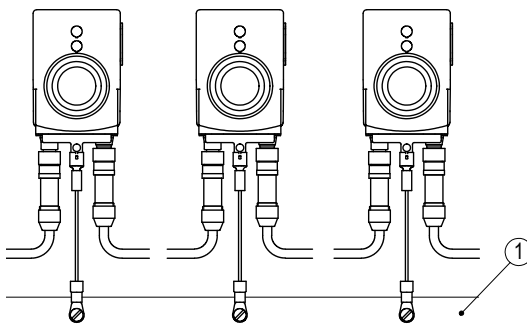

Abb. 7: Erdungsschiene
Zum Schutz vor Störungen müssen die Schirme der Signalleitungen und Netzleitung beidseitig angeschlossen werden. Potentialunterschiede führen zu unzulässigen Strömen auf dem Schirm. Den Erdungsanschluss ③ zwischen den Anschlusssteckern auf das Schutzleiterpotential legen (siehe **Abb. 6**). Verwenden Sie dazu 6.3 mm Flachstecker oder Kabelschuh mit kurzer Litze 2.5 ... 4 mm² (nicht im Lieferumfang). Bei mehreren Positionsanzeigen wird empfohlen die Erdung auf eine Erdungsschiene ① anzuschließen (siehe **Abb. 7**).